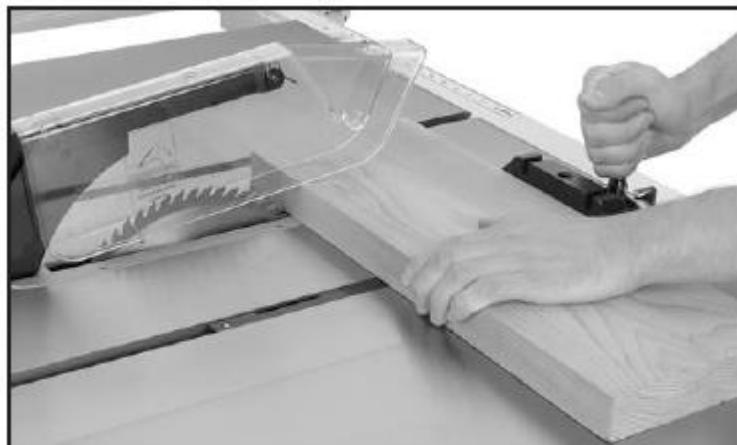

Рис. 43. Типовая операция поперечного резания
7. Прочно прижимать заготовку к плоскости поворотной головки (как показано на рис. 43) и пропускать её через пилу до полного прохода.